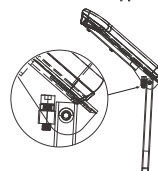

Abbildung 14
3. Durch Anheben der Schrauben wird die Armlehne angehoben; durch Absenken der Schrauben wird die Armlehne abgesenkt (siehe **Abbildung 14**).